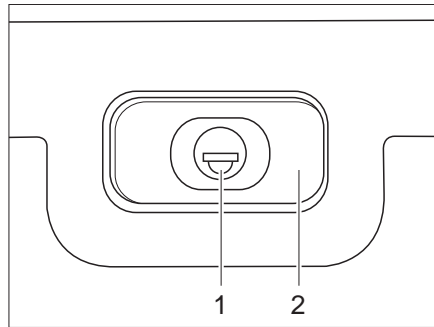

Bild 30 Klappenschloss, rechteckig, verschlossen
- Schlüssel in Schließzylinder (Bild 30,1) stecken und eine viertel Umdrehung drehen. Schlossgriff (Bild 30,2) schnappt heraus.